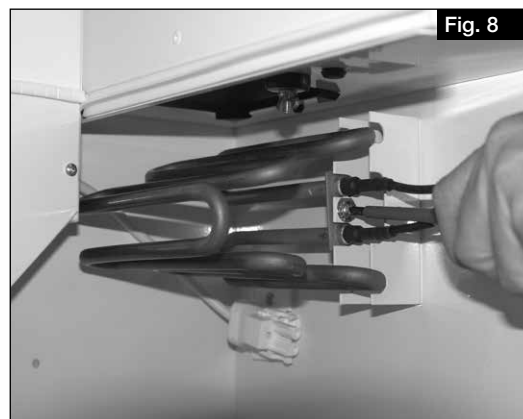

Fig. 8
3. Desserrer la vis de fixation du préchauffage électrique (Fig. 8) et le retirer.